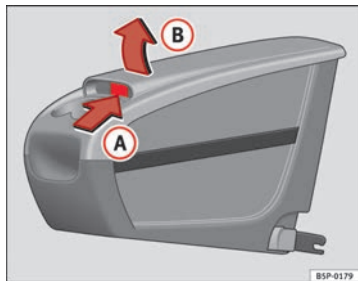

Abb. 114 Zusätzliche Ablage. Öffnen
- Die Klappe **(B)** im Bereich **(A)** ⇒ Abb. 114 anheben.